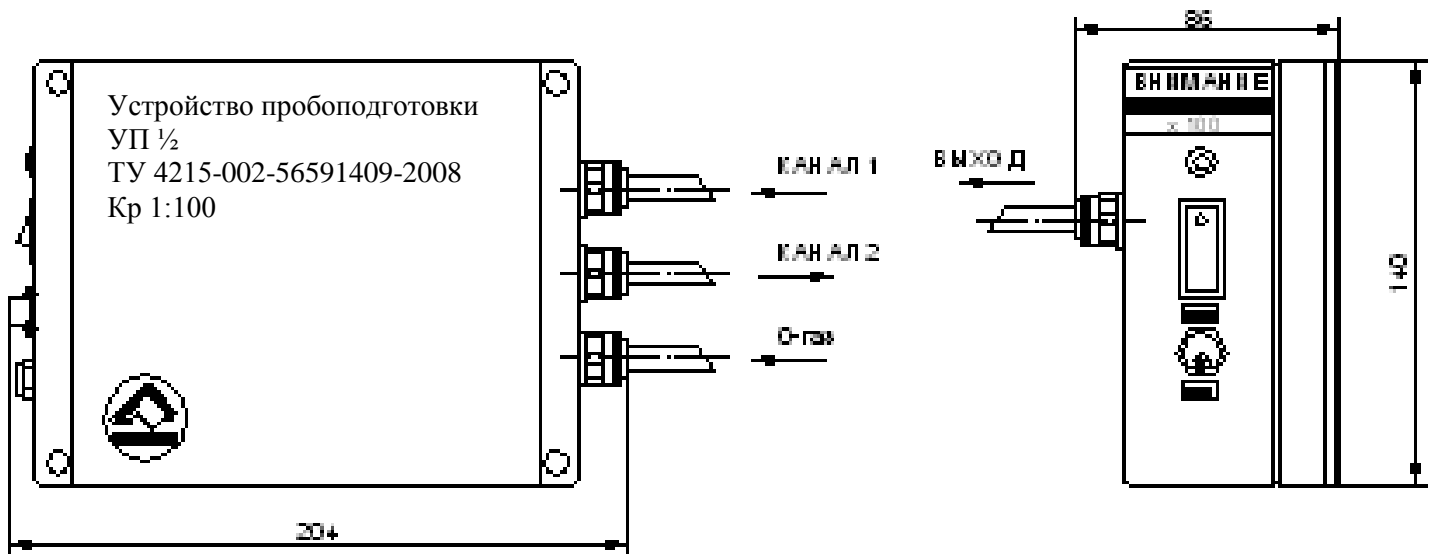

Рисунок 1 - Внешний вид устройства пробоподготовки
3.1 Агрегат состоит из блока побудителя расхода воздуха (ПРВ) и зонда разбавителя (см. рисунок 1).